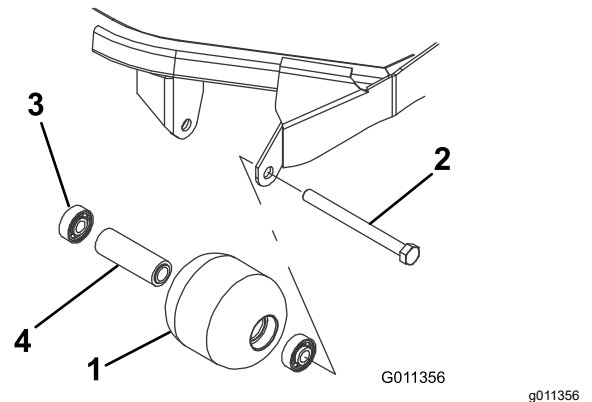

図 87
1. ローラ取り付けボルトを外す **図 87**。
4. ローラハウジング、ベアリング、ベアリングスペーサに破損がないか点検する **図 87**。破損している部品を交換し、組み立てを行う。
1. 第一のベアリングをローラハウジングに押し込む **図 87**。アウターレースのみを押すか、インナーレースとアウターレースを均等に押すかする。
2. スペーサを入れる **図 87**。
3. 第二のベアリングをローラハウジングに押し込む **図 87**。インナーレースがスペーサに接触するまで、インナーレースとアウターレースを均等に押す。